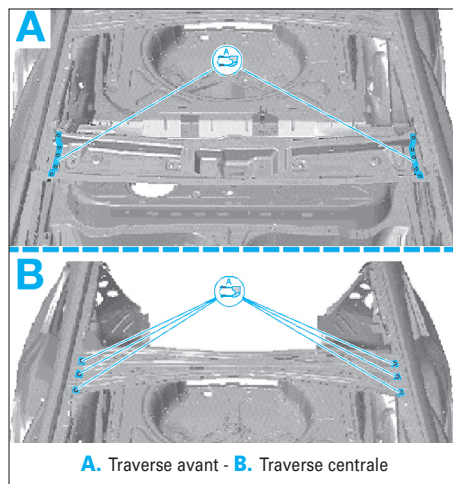

FIG. 53
- Effectuer les soudures correspondantes (Fig.53).